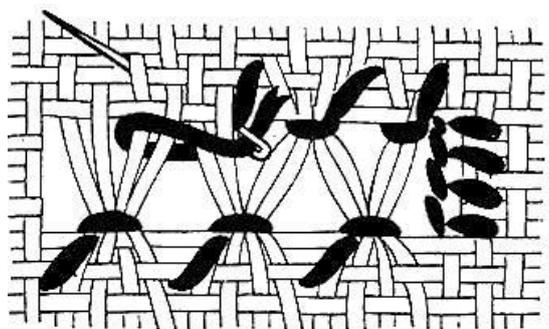

Рисунок 7.4. – Мережка «раскол»
– с одной стороны мережки выполняют кисточки, стягивая четное количество нитей. Затем на противоположной стороне, подхватывая половину нитей одной кисточки и половину нитей следующей, стягивают их вместе (рисунок 7.4).